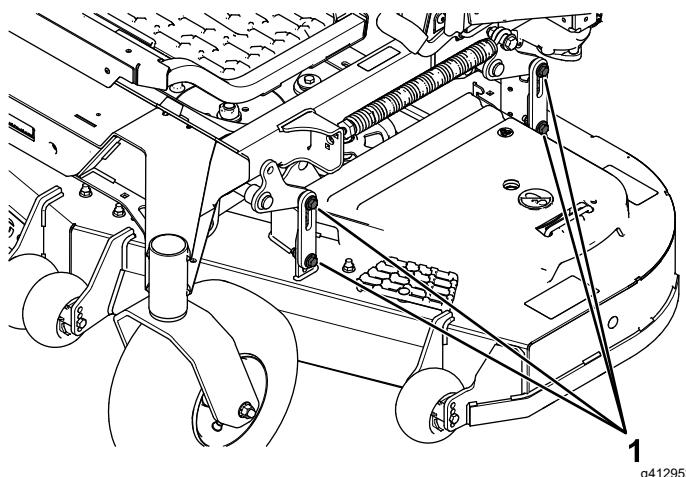

Рисунок 85
16. Ослабьте болты (Рисунок 85) на всех 4 углах и убедитесь в том, что дека газонокосилки надежно опирается на все 4 подставки.